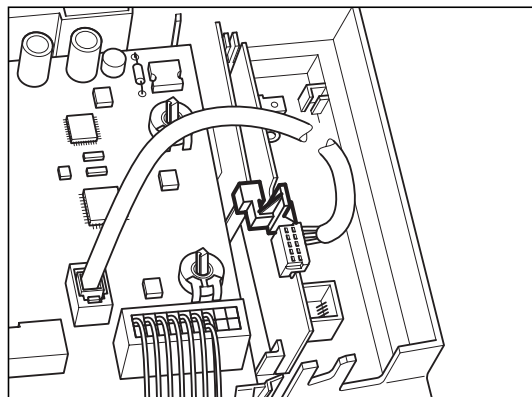

Fig. 4.3 Fijación de la placa con clip 1
- Deslice la placa (1) con el clip en el alojamiento (2) de la caja de distribución.
- Conecte la línea de bus (3) a la placa del circuito impreso de vnetDIALOG mediante el conector de bordes (4).
- Introduzca el otro terminal de conexión de la línea bus en el conector (5) de la placa del circuito impreso del calefactor.
- Monte el circuito impreso según la fig. 4.3. a 4.5 en la caja de distribución.